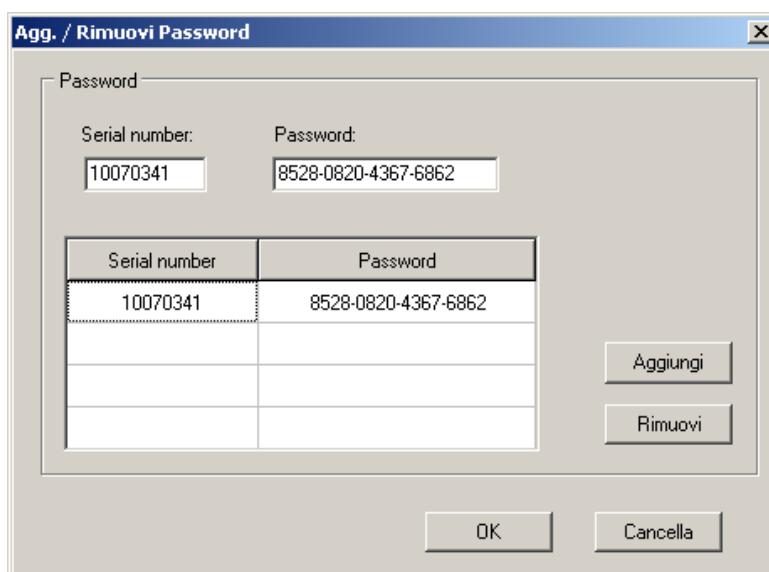

Fig. 36: Inserimento password iniziale
7. Selezione il comando “**Config → Password...**”, inserire il numero di serie dello strumento e la password (indicata sull’etichetta del CD-ROM fornito in dotazione) e confermare con “Aggiungi” (vedere Fig. 36)